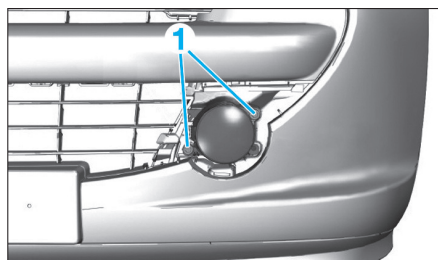

Fig. 8
- Déposer les vis de fixation (1) (Fig.8).